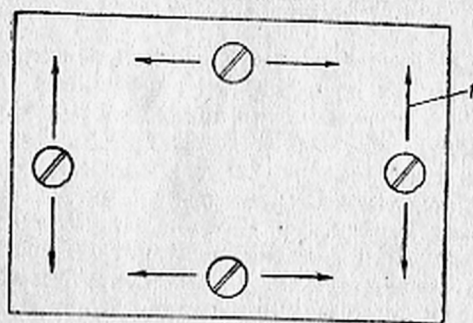

Рис. 43. Последовательность установки винтов крепления панелей:
6) перед установкой панели бензобака после окончательного монтажа основных топливных баков заправить систему топливом и проверить герметичность соединений (рис. 43);